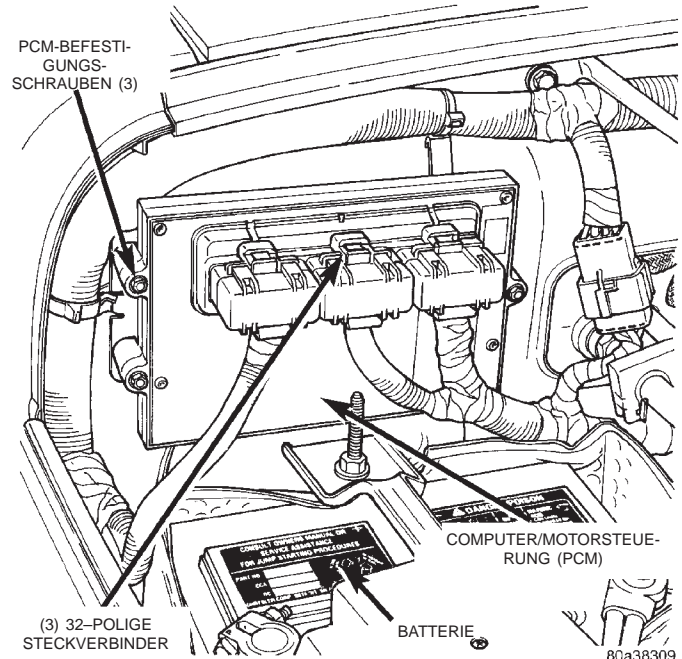
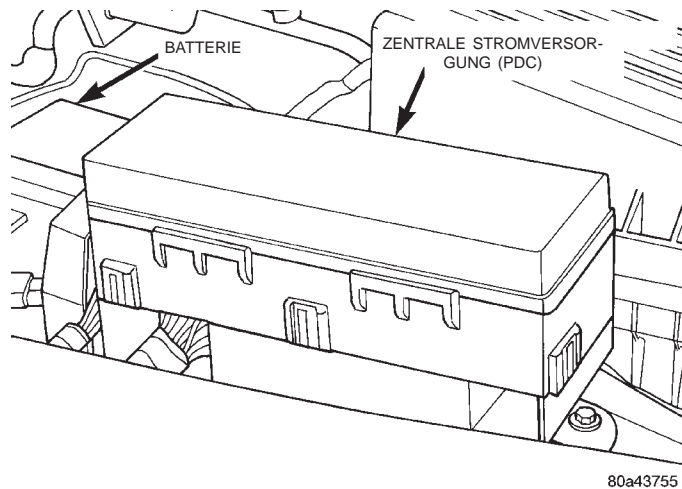

Abb. 15 Computer/Motorsteuerung (PCM)
Abb. 16 Zentrale Stromversorgung (PDC)
(1) Sicherstellen, daß die drei 32-poligen Steckverbinder vollständig im Stecker des Computers/Motorsteuerung (PCM) eingerastet sind (Abb. 15).
(2) Die Anschlüsse der Batteriekabel prüfen. Sie müssen frei von Schmutz sein und fest sitzen.
(3) Die Anschlüsse des Relais/Kraftstoffpumpe und des ASD-Relais prüfen. Die Anschlüsse des Anlasserrelais prüfen. Die Relais auf Anzeichen für äußere Beschädigungen und Korrosion prüfen. Diese Relais sind in der zentralen Stromversorgung (PDC) untergebracht (Abb. 16). Zur Einbauposition der Relais siehe den Aufkleber an der Innenseite der PDC-Abdeckung.